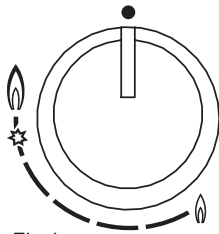

Fig.1
Drej den pågældende knap venstre om til den maksimale position (stor flamme fig. 1), og tryk på knappen.
I tilfælde af strømafbrydelse kan man tænde for gasblussene ved hjælp af tændstikker ved at indstille knappen på tændingspunktet (stor flamme fig. 1).
- Kontroller altid, at knapperne er i lukket position (se fig. 1), når kogepladen ikke anvendes.
- Hvis der slukkes for flammen ved et uheld, vil sikkerhedsventilen automatisk afbryde gasførslen efter få sekunder. For at tænde for blusset igen skal man sætte knappen i tændingsposition (stor flamme fig. 1) og trykke på knappen.